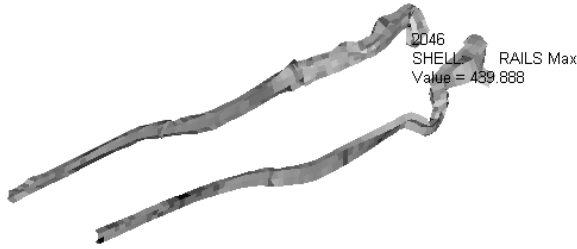

图 13-28 指定 Max Value 值相关组件
(11) 单击 Max Value 栏中其他值，观察图形区的变化，如图 13-28 所示的值。